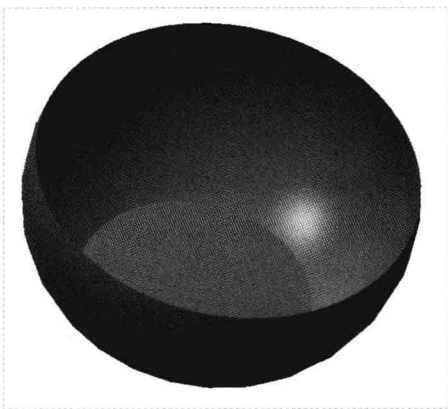

图 10-24 图形文件
Step 01 按【Ctrl+O】组合键，打开图形文件，如图 10-24 所示，在绘图区选择所有的曲面。